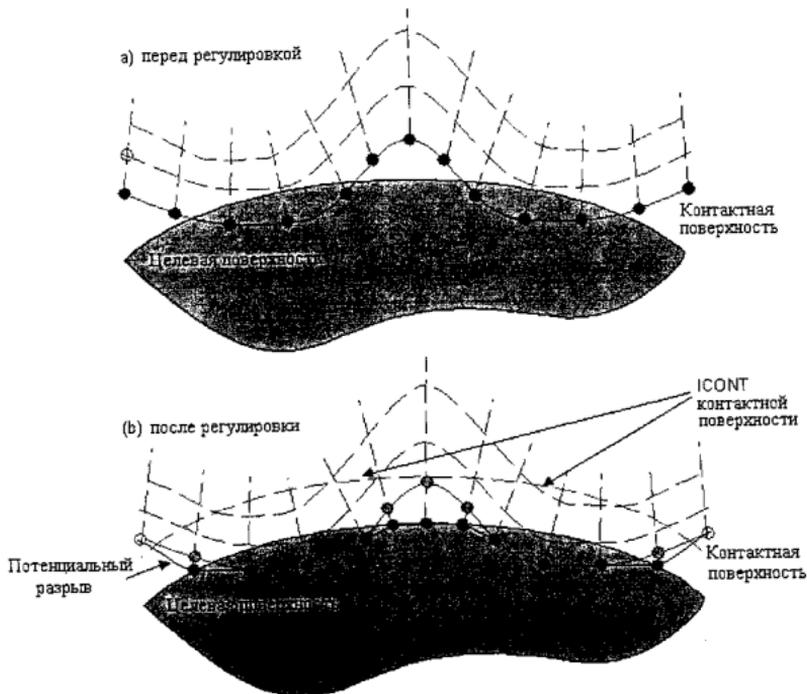

Рис. 15. Регулирование поверхностного контакта с помощью ICONT
1. Используйте реальную постоянную ICONT для смыкания малых начальных контактов. Это есть глубина "установочной зоны" вдоль целевой поверхности. Если не указано, ANSYS назначает малое значение для ICONT соответствующее геометрическим размерам (то есть ориентируясь на геометрические размеры), и *выводит предупредительное сообщение, извещающее, какое значение было назначено*. Положительное значение ICONT указывает масштабный фактор по отношению к глубине подстилающих элементов. Отрицательное значение указывает абсолютное величину контактного смыкания. Любые точки индикации контакта, которые попадают вовнутрь этой установочной зоны, передаются целевой поверхности (смотрите рисунок 15(a)). Предлагается только очень маленькая поправка, иначе может произойти жесткий разрыв (смотрите рисунок 9-15(б)).